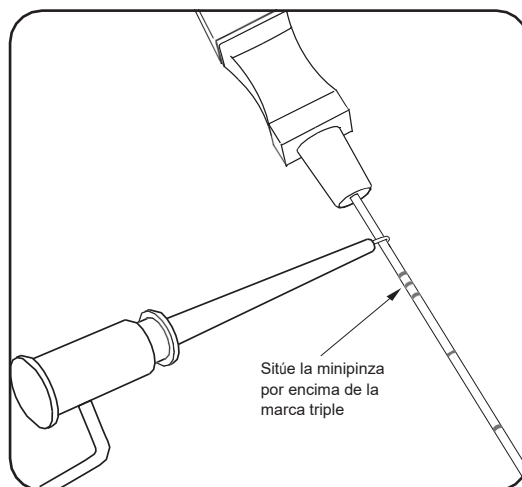

Figura 6: Conecte el cable de la aguja para la estimulación de prueba a la aguja de foramen.
3. Conecte el extremo de pinza del cable de la aguja para la estimulación de prueba a la sección sin aislante de la aguja de foramen (inmediatamente por debajo del conector y por encima de la marca de tres rayas de dicha aguja) (Figura 6).